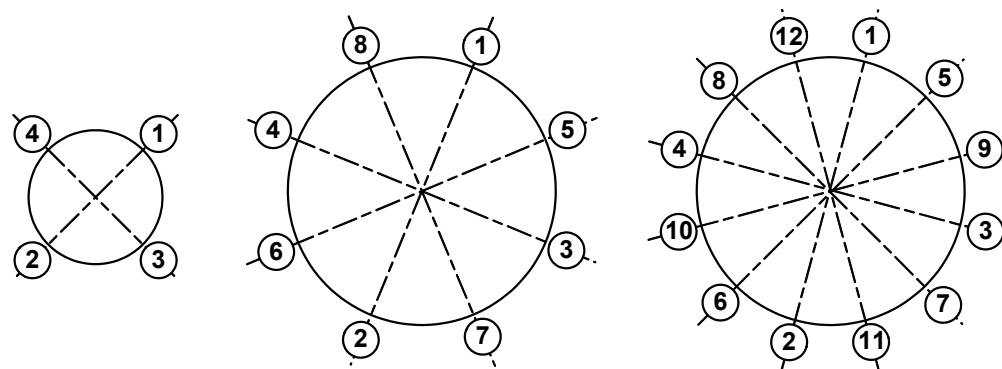

Рис. 5. Очередность затяжки гаек на фланцах.
3.2.6. Затяжка гаек при установке ЭМР (имитатора) в трубопровод должна производиться в очередности, обозначенной на рис.5, динамометрическим ключом с крутящим моментом не более, указанного в табл.2. **В случае превышения усилия затяжки возможно повреждение ППР, вызывающее протечку жидкости во внутреннюю полость ЭМР.**